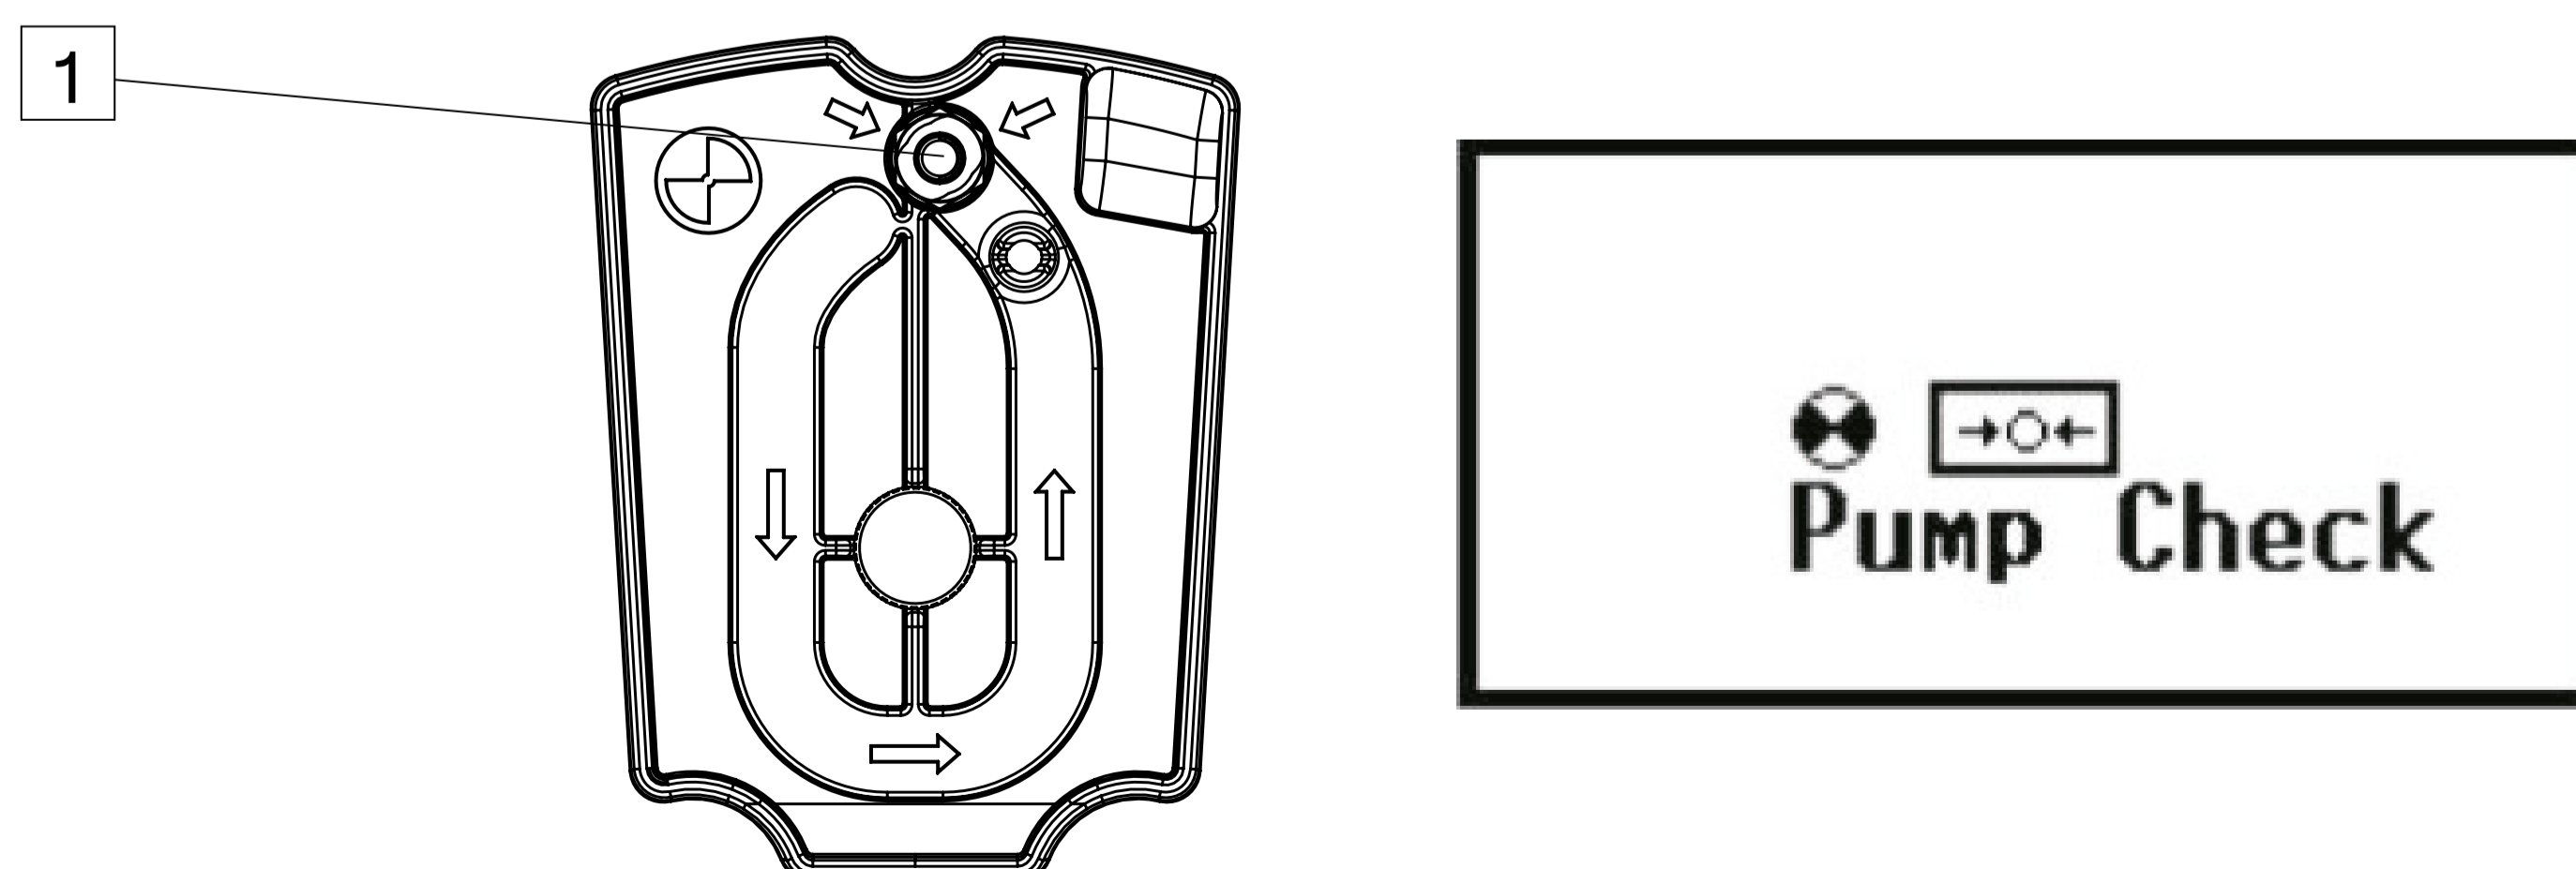

Figura 13:
Oltre a controllare le prestazioni della pompa, questo test di verifica garantisce una tenuta precisa. L'operatore dovrà coprire l'ingresso della pompa ① (vedere la Figura 13 sottostante) quando ciò viene richiesto dal simbolo  sullo schermo.